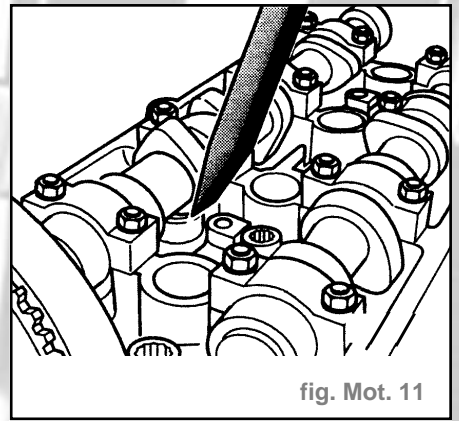

fig. Mot. 11
- enfoncer le poussoir en coupelle vers le bas à l'aide d'une cale en bois ou en matière plastique. Si une course à vide supérieure à **0,2 mm** est perceptible jusqu'à l'ouverture de la soupape, remplacer le poussoir (fig. Mot. 11).